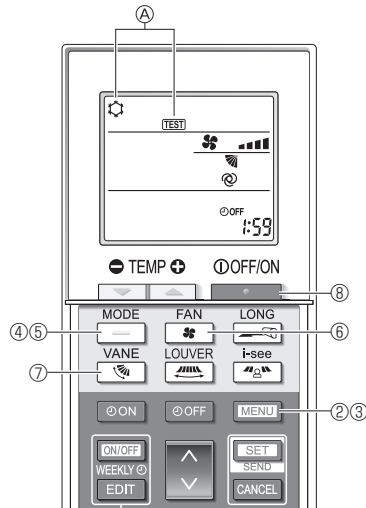

Fig. 7-9
- ① Active la unidad al menos 12 horas antes de realizar una prueba de funcionamiento.
- ② Pulse el botón **MENU** durante 5 segundos. (Fig. 7-9)
- ③ Pulse el botón **MENU**.
En pantalla se visualiza ④ [TEST] (PRUEBA) y el modo actual de funcionamiento. (Fig. 7-9)
- ④ Pulse el botón **VANE** para activar el modo de refrigeración, y compruebe si sale aire frío de la unidad.
- ⑤ Pulse el botón **LOUVER** para activar el modo de calefacción, y compruebe si sale aire caliente de la unidad.
- ⑥ Pulse el botón **LONG** y compruebe si cambia la velocidad del ventilador.
- ⑦ Pulse el botón **i-see** y compruebe que el sistema automático de desviación del aire funciona correctamente.
- ⑧ Pulse el botón **ON/OFF** para detener la prueba de funcionamiento.